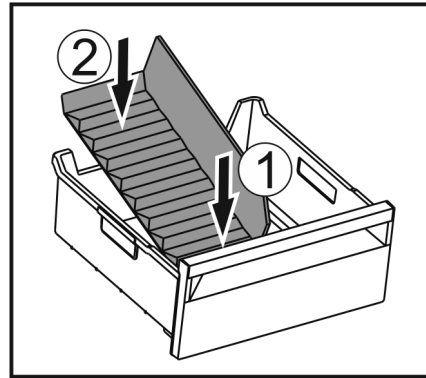

Fig. 171
- Helyezze be a jégrekesz-elválasztó elülső részét. Fig. 171 (1)
- Süllyessze le a jégrekesz-elválasztó hátsó részét a fiók aljáig. Fig. 171 (2)